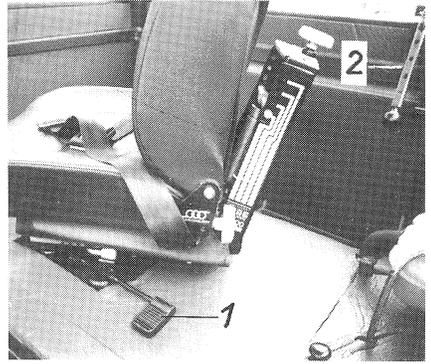

Bild 33
- (7) Fahrersitz um 180° drehen. Vor dem Drehen wird die Arretierung (Bild 33/1) entriegelt (Niederdrücken). Das Steuerventil wird entsprechend der Sitzposition hochgeschwenkt und mit den seitlich angebrachten Flügelschrauben festgesetzt.
- (8) Das Heckfenster wird wahlweise geschlossen gehalten oder mittels der Verstell-
schiene (Bild 33/2) in Stufen ausgeschwenkt.